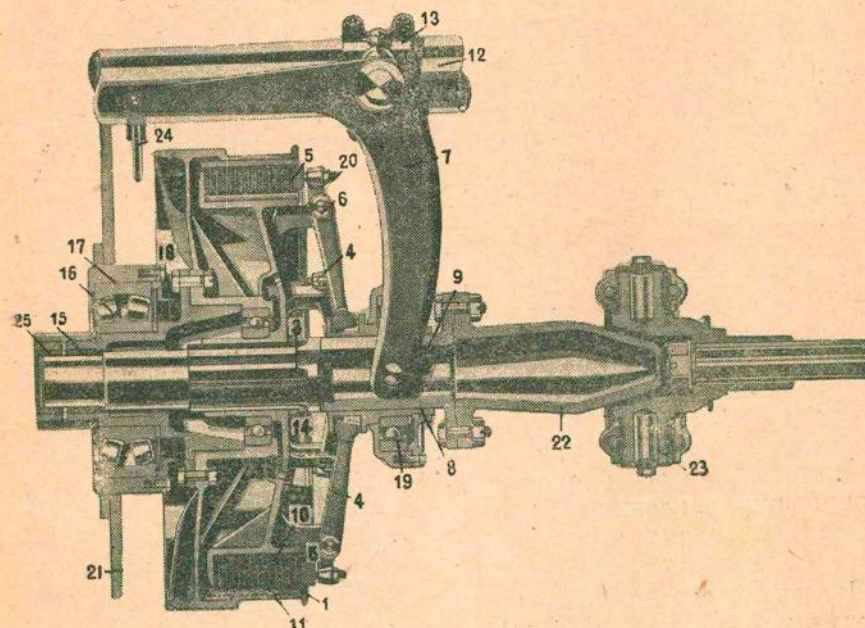

Рис. 52. Бортовой фрикцион.
Устройство кардана следующее (рис. 52): на поперечном валу коробки передач насажена на шлицах и закреплена от продольных перемещений гайкой карданная вилка (23), имеющая два шипа. Карданный вал (22) имеет также два шипа. Таким образом получается всего четыре шипа, расположенных через 90° один от другого; эти шипы охватываются обоймой, состоящей из двух половин, которые свертываются между собой болтами. Следовательно, усилие от поперечного вала коробки передач будет передаваться последовательно через карданную вилку и соединительную обойму на карданный вал. Одновременно с передачей вращательного движения валы могут иметь угловое качательное движение один относительно другого. Так как при работе кардана шипы имеют перемещение в соединительной обойме, то для уменьшения трения
Нажимная муфта (8) (рис. 52) состоит из стальной втулки, опорного однорядного подшипника, насаженного на втулке корпуса, крышки подшипника и двух стальных колец.
#### 4. Назначение и устройство конечной передачи. (рис. 52).